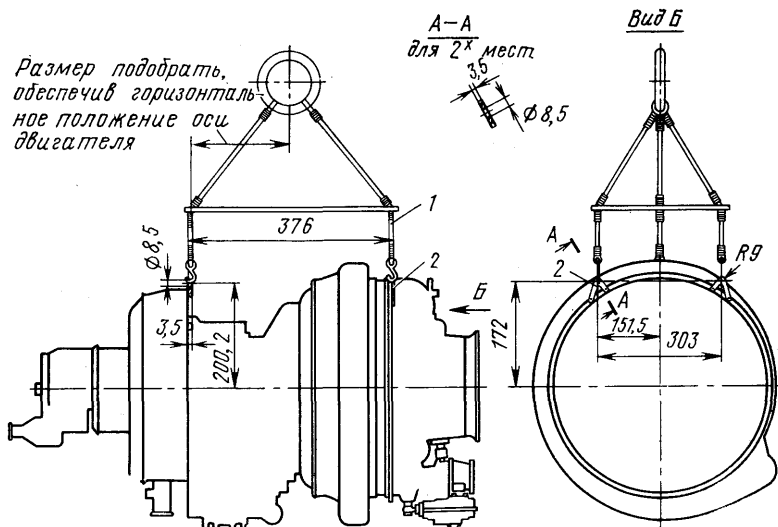

Рис. 18. Схема такелажной подвески двигателя
1. Закрепить тросы 1 подъемного приспособления на такелажные серьги 2 двигателя (рис. 18), ослабить болты крепления передних транспортировочных цапф к стойке и освободить задние серьги подвески двигателя, натянуть тросы и отсоединить двигатель от транспортировочной стойки.